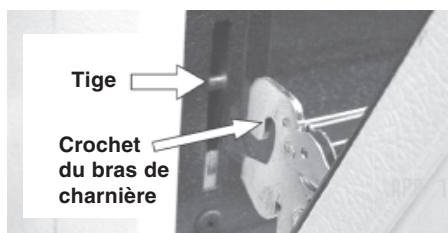

Fig. 4
5. Alors que la porte est à la position d'arrêt pour gril, soulevez les bras des charnières sur les tiges situées de chaque côté du cadre du four (fig. 4).
2. En tenant la porte dans le même angle que pour la dépose, assoyez le crochet du bras de charnière sur les tiges situées de chaque côté du cadre de la porte (fig. 4). Le crochet des bras de charnière doit être bien assis sur les tiges.